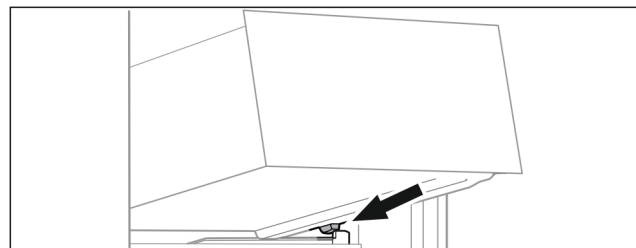

Fig. 98
- Schubfach schräg hinter den Stopperrn auf Behälterrippe aufsetzen. (siehe Fig. 98)